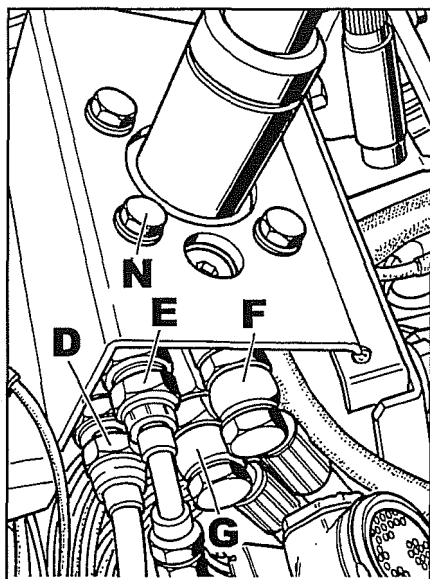

Fig. 60
2. Marcar e a seguir desligar os tubos **D-E-F-G** fig. 60. Retirar os parafusos **N** separando o veio do volante de condução do resto da direcção hidráulica.